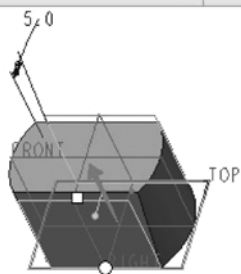

图 4-69 反转角度以去除材料
⑥ 设置拔模角度与拔模方向。在“角度 1”文本框  中输入“5”，并单击“反转角度以添加或去除材料”按钮 ，此时如图 4-69 所示。